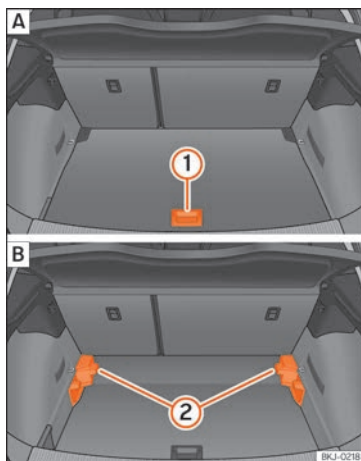

Fig. 166 Plancher de coffre à bagages modulable : **A** position haute ; **B** position basse.
- Relevez le plancher avec la poignée »» **fig. 166** **1**, tirez-le vers l'arrière jusqu'à ce que la partie avant du plancher dépasse complètement les supports **2**.